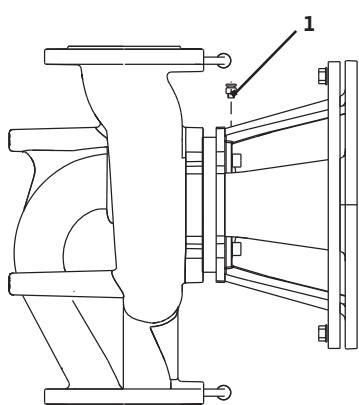

Fig. 40: Valvola di disaerazione
- Sfiatare le pompe allentando le valvole di sfiato (Fig. 40, pos. 1). Un funzionamento a secco distrugge la tenuta meccanica della pompa. Il trasduttore differenza di pressione non deve essere sfiatato (pericolo di distruzione).